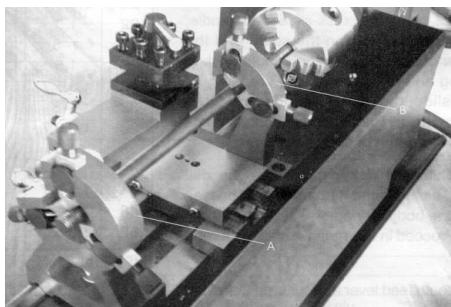

Рис. 10
На Рис.10 изображены подвижный люнет (A) и неподвижный люнет (B), закреплённые на станке. Они используются для поддержки длинных заготовок.